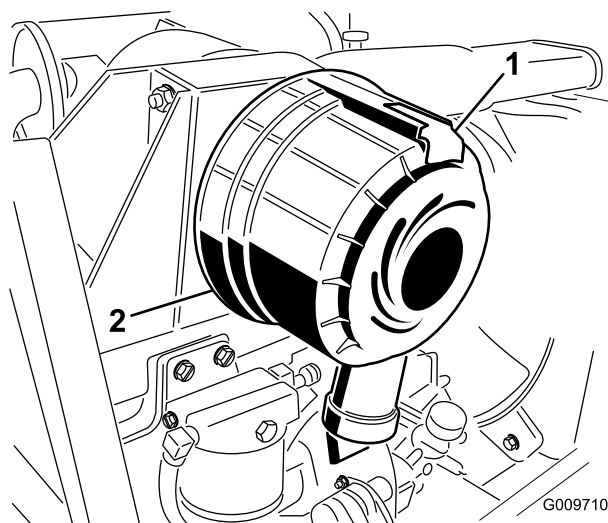

Figure 28
1. Tirez le verrou vers l'extérieur et tournez le couvercle du filtre à air dans le sens antihoraire (Figure 28).